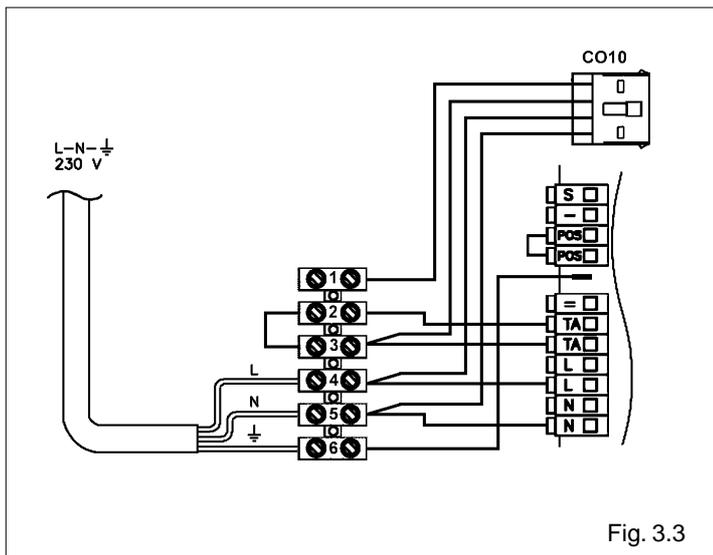

Fig. 3.3
- conexión de la alimentación eléctrica (fig. 3.3)